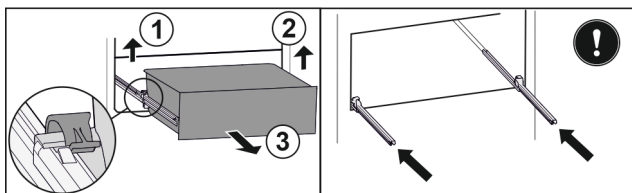

Fig. 211
- Sollevare il morsetto sinistro e allo stesso tempo tirare in avanti il cassetto sinistro. Fig. 211 (1)
- Sollevare il morsetto destro e allo stesso tempo tirare in avanti il cassetto destro. Fig. 211 (2)
- Rimuovere il cassetto tirandolo in avanti. Fig. 211 (3)